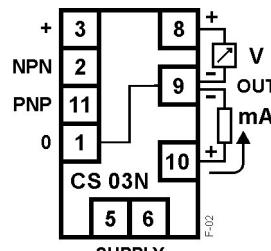

Fig. 2
**INSTALLAZIONE:** seguire fig.2.
## INSTALLATION: see fig. 2.